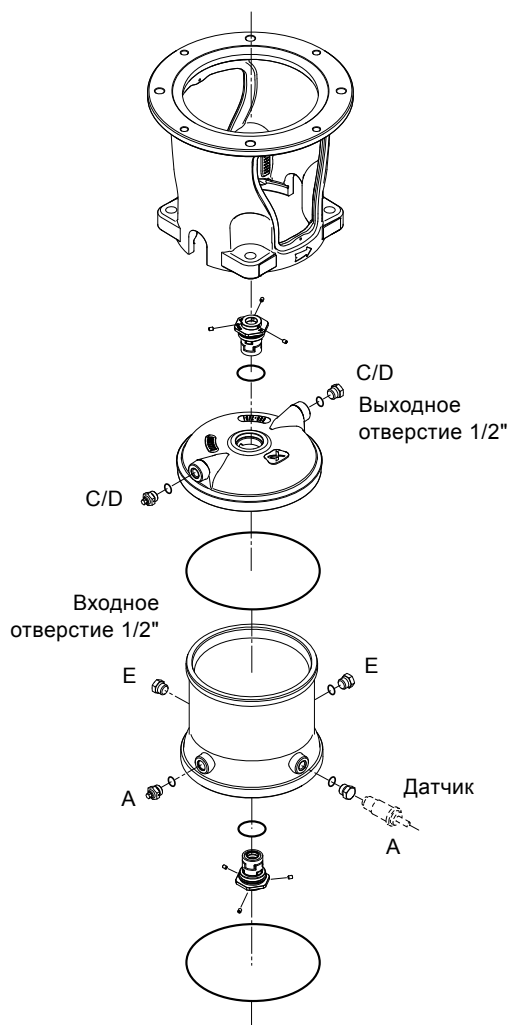

Рис. 1 Камера уплотнения CR, CRN 95, 125, 155
- Через несколько минут после пуска необходимо еще раз удалить из насоса воздух через винт вентиляционного отверстия (поз. А, рис. 1).
Слить жидкость из камеры, отвернув самую нижнюю пробку (поз. Е, рис. 1).